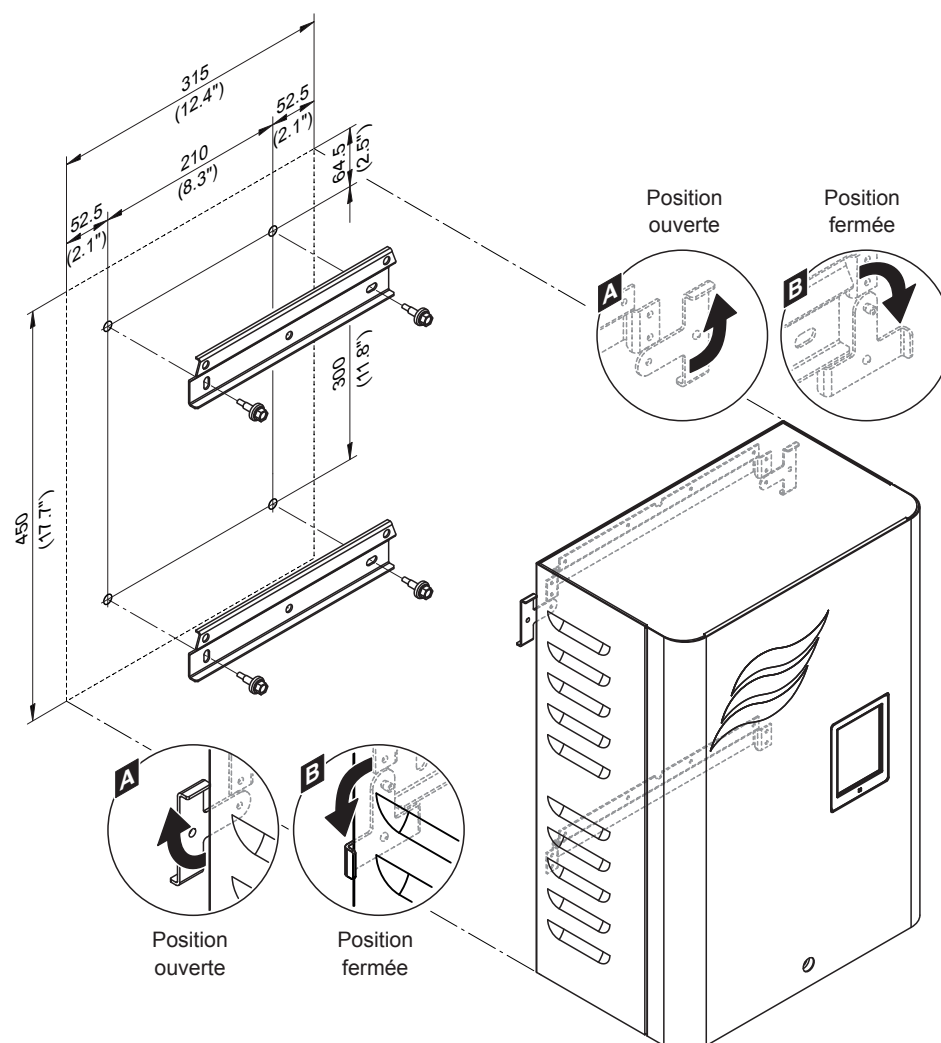

Fig. 34 : Montage de l'unité de commande du Condair ME Control
3. Placez les crochets de verrouillage à l'arrière du tableau de commande en position ouverte (cf. détail "A" à la Fig. 34).
5. Placez les crochets de verrouillage à l'arrière du tableau de commande en position fermée (cf. détail "B" à la Fig. 34) afin de fixer l'unité de commande au support mural supérieur.